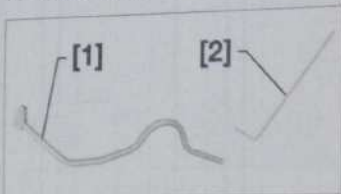

Fig. 1
- [1], Levier de compression du tendeur dynamique (réf : 0194-E3) (Fig.1).